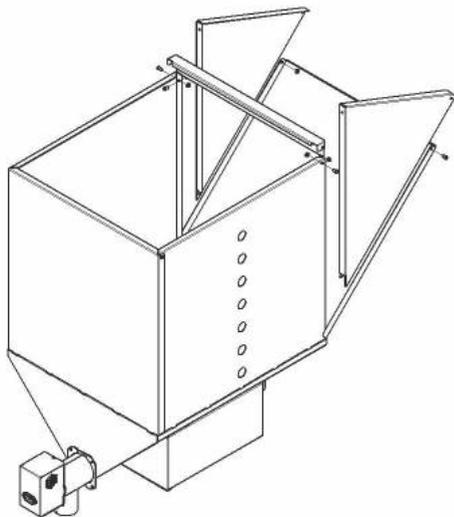

Рисунок 9
2. На смонтированном бункере разберите болтовое соединение одной из боковых стенок, отклоните боковую стенку на 45° , установите треугольные вставки таким образом, чтобы они находились в одной плоскости с передней и задней стенкой (Рис. 9).